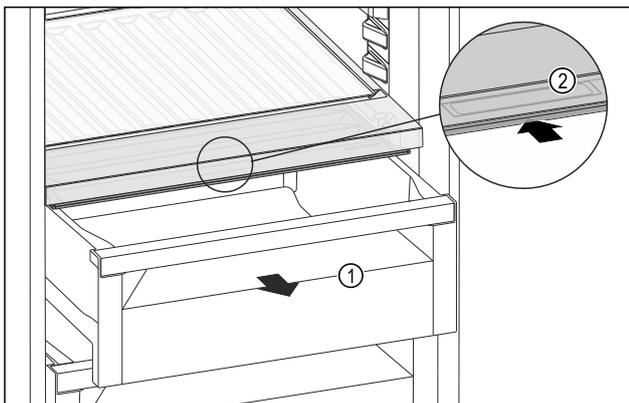

Fig. 108
- ▶ Extraer el compartimento Fig. 108 (1).
- ▶ Agarrar el tirador empotrado Fig. 108 (2) en la tapa del compartimento y tirar de la tapa del compartimento hacia atrás al mismo tiempo.